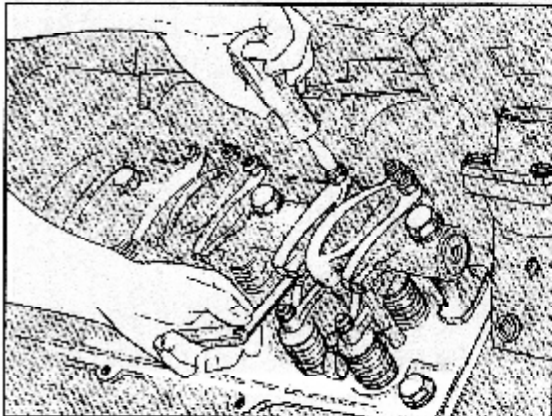

Рис. 2-34. Настройка клапанов (OM1040L)
1. Ослабьте и открутите настроечный винт. Вставьте щуп между коромыслом и крестовиной. Зазор указан в Таблице 2-10. Вверните винт, пока коромысло не коснется щупа, и зафиксируйте его в этом положении. Рис. 2-34. Усилие закручивания приведено в Таблице 2-8.